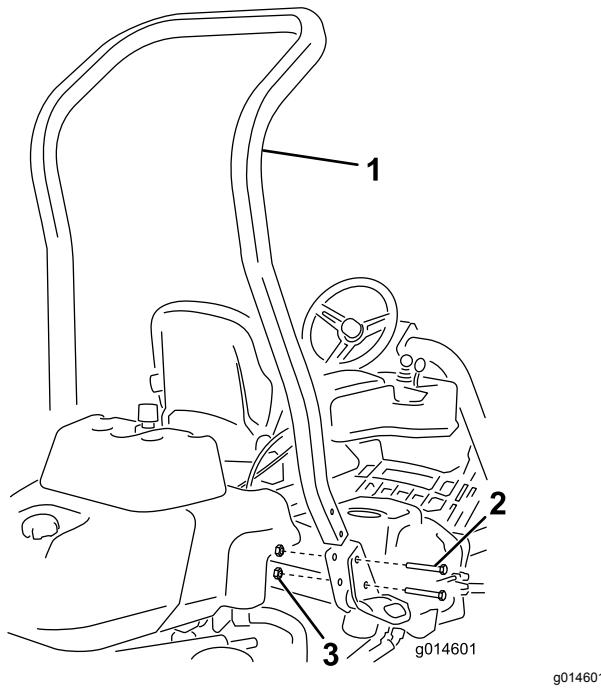

Figura 3
3. Instale a barra nas bolsas de cada lado da máquina, utilizando 4 parafusos (½ pol. x 3¾") e quatro porcas flangeadas (½ pol.) (Figura 3).